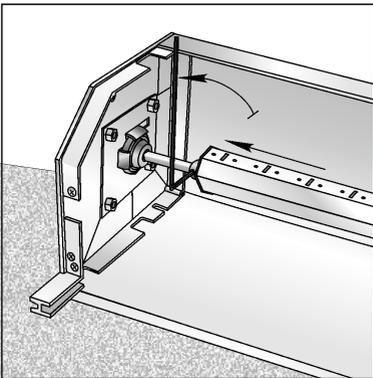

Abb. 17
- die Einstellschraube der Kapsel herausdrehen und den tragenden Schaft bis zum Eingreifen in das Lager herausziehen (Abb. 17);